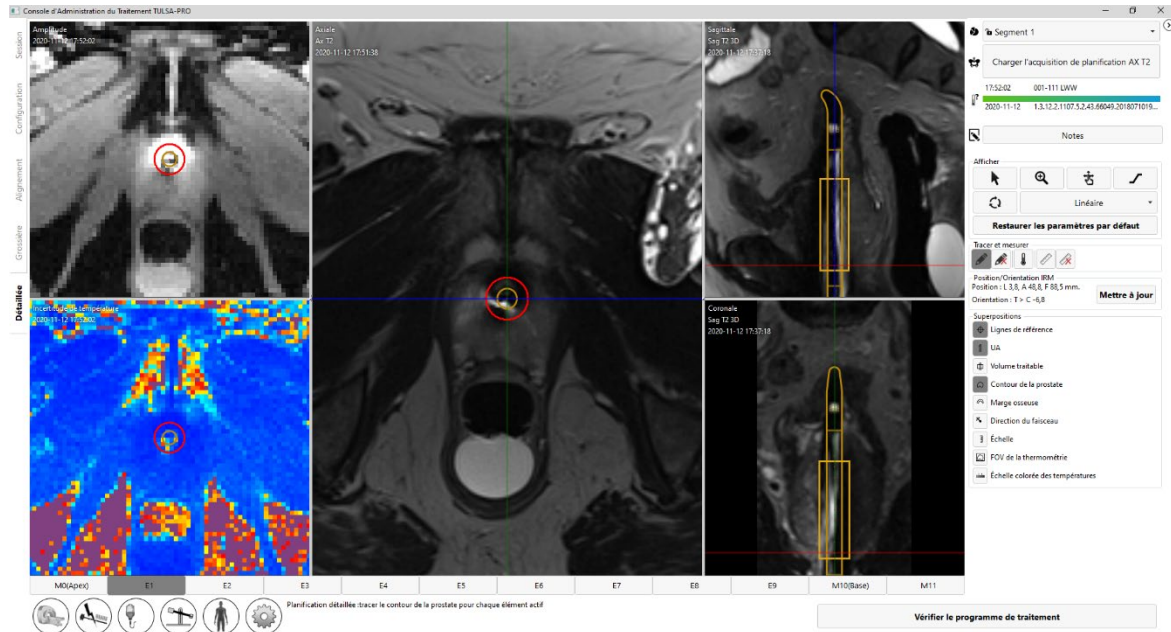

Figure 48 : Espace de travail Planification détaillée avec l'amplitude thermométrique et l'incertitude de température
3. Manipulateur IRM : Exécutez la séquence. La TDC doit recevoir automatiquement les images de thermométrie. Au fur et à mesure de la réception des acquisitions de thermométrie, les vues **Amplitude** et **Incertitude de température** s'affichent pour faciliter la planification du traitement (Figure 48).
6. **Radiologue** : Utiliser la fonction **Charger... Acquisition** pour charger l'image AX T2. Une fois les acquisitions de thermométrie chargées, les vues **Amplitude** et **Incertitude de température** s'affichent pour faciliter la planification du traitement (Figure 48).